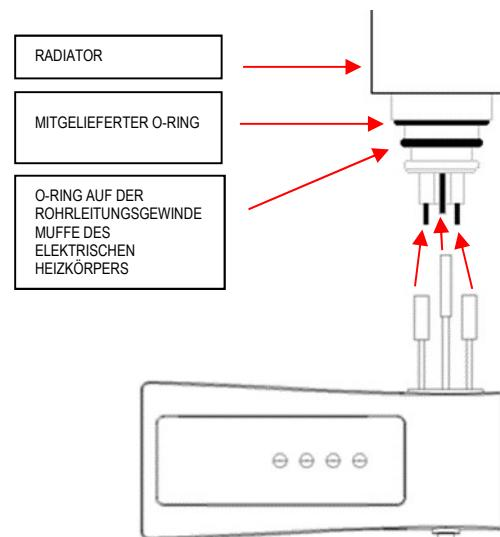

Abb. 5
3. Nehmen Sie die Leiter aus der sich im oberen Teil des Reglers befindlichen Öffnung vorsichtig heraus und schließen Sie diese an den Heizkörper an. Bei Produkten der Klasse I. schließen Sie den zylinderförmigen Kontakt am gelbgrünen Leiter am Stift des Heizkörpers an. Schließen Sie die austauschbaren roten Leiter an die Flachkontakte (Abb. 5) an.